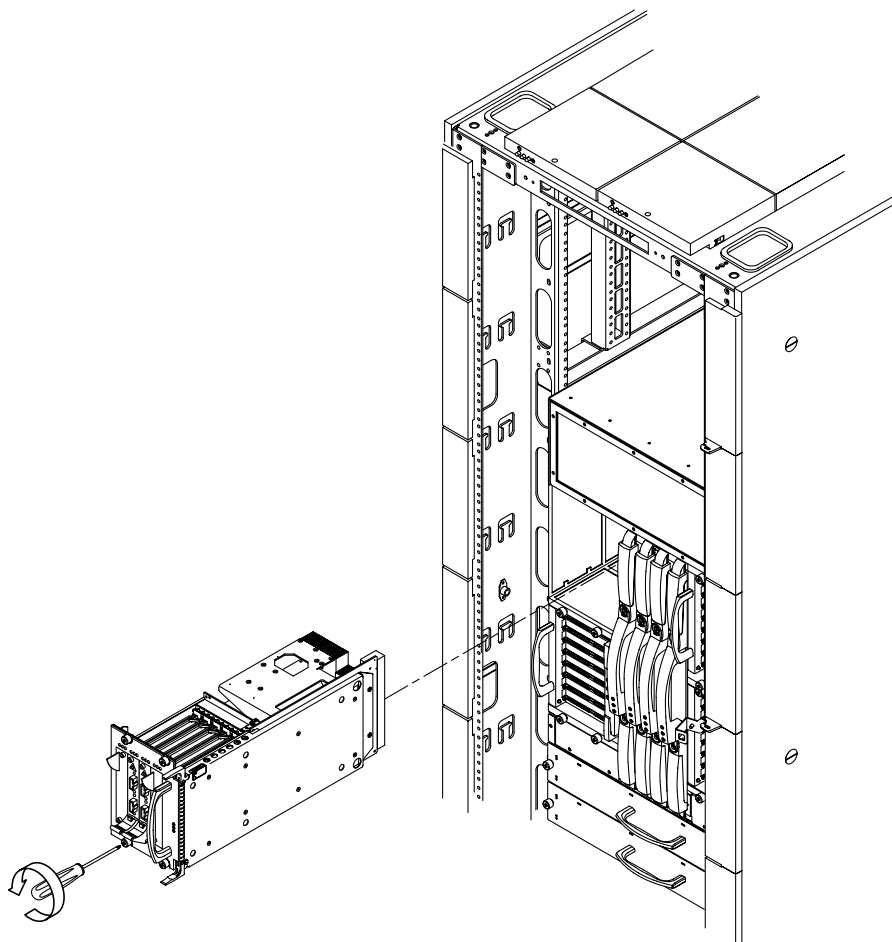

図 2-4 Sun Fire 6800 システムでの Sun Fire Link アセンブリの取り付け
5. 一方の手でハンドルを持ち、もう一方の手でアセンブリの底部を支えて、開口部からアセンブリをスライドさせて取り出します (図 2-4)。
5. 一方の手でアセンブリのハンドルを持ち、もう一方の手でアセンブリの底部を支えて、カードガイドにアセンブリをスライドさせて挿入します (図 2-4)。